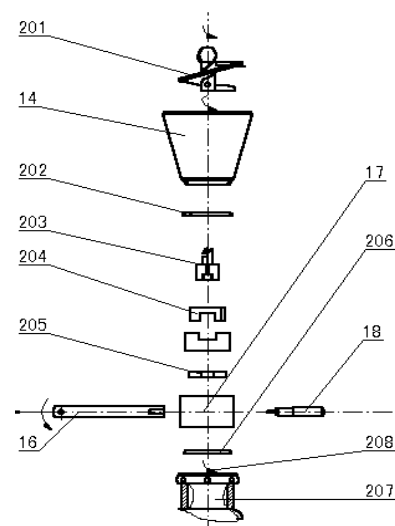

Рис. 8
④、Отвинчивать трубку фарша (16) по направлению указанному в рис. 8 и её промывать в щелочной воде .
⑤、Снять все детали , применяемые для подачи фарша , по порядку указанному в рис. 8, промывать их в тёплой воде с промывочным средством.
⑥、После промывки и сушки всех